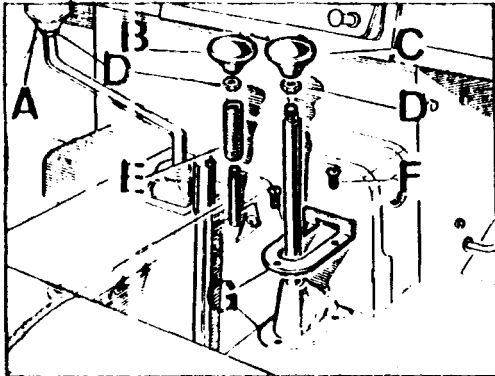

Fig. A3-7 Desmontaje de pomos de las palancas caja de cambio
- 1.1. Desmontar los pomos, A, B y C (Fig. A3-7) y sus contratuerkas, D.
- 1.2. Extraer el muelle, E (Fig. A3-7) y el casquillo, H del mando de acoplamiento de tracción total.
- 1.3. Extraer los tornillos, F (Fig. A3-7) y retirar la placa guardapolvos, G, de la palanca reductora.